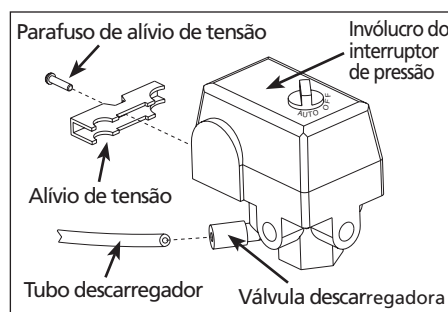

Figura 4
3. Conecte o tubo descarregador à válvula descarregadora. Certifique-se de que você introduz o tubo por todo o comprimento da válvula descarregadora de modo que o mesmo se assenta apropriadamente (Veja a Figura 4).
4. Conecte os três fios (preto, branco e verde) do fio de ligação da linha aos terminais do novo interruptor. Conecte os três fios (preto, branco e verde) do fio de ligação do motor aos terminais do novo interruptor. Consulte o diagrama de fiação no lado interno do invólucro do interruptor. Use o novo conjunto de parafusos terra e o novo parafuso de alívio de tensão com o novo interruptor. Descarte os parafusos do interruptor antigo. Instale um dos novos aliviadores de tensão inclusos com o novo interruptor. Escolha o alívio de tensão que mais se assemelha com o alívio de tensão antigo (Veja a Figura 4).